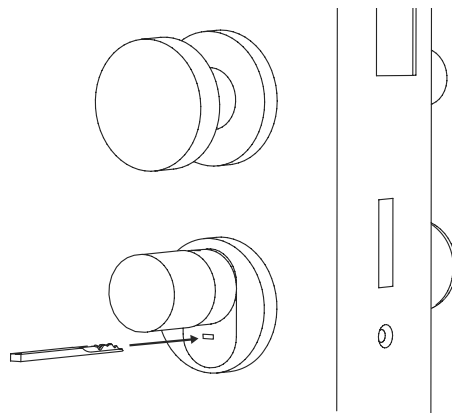

Abb. 11
① Zum Öffnen des Schlosses, klappen Sie den Notschlüssel am Gelenk auf und führen Sie ihn anschließend durch den angedeuteten Schlitz auf der Notschlossabdeckung ein (Abb. 11).
② Drehen Sie den Schlüssel um 90 Grad im Uhrzeigersinn. Drehen Sie dabei eventuell den Außenknauf ein wenig nach links und rechts, um den Mechanismus freizugeben. Das Schloss ist nach spätestens zwei vollen Umdrehungen des Zylinderknaufs geöffnet.
③ Nachdem die Tür geöffnet ist, drehen Sie den Notschlüssel wieder in seine Ausgangsposition zurück (90 Grad gegen den Uhrzeigersinn) und ziehen Sie ihn heraus.
④ Damit der Schließzylinder wieder in seine reguläre Schließposition zurückkehrt, drehen Sie den Außenknauf zwei vollständige Umdrehungen in beide Richtungen. Somit rastet der Mechanismus ein und das Notschloss ist vollständig geschlossen.
- ⑧ Sofern noch nicht geschehen, entfernen Sie den Batterieschutzstreifen aus dem Batteriefach am Innenknäuf (Abb. 11).